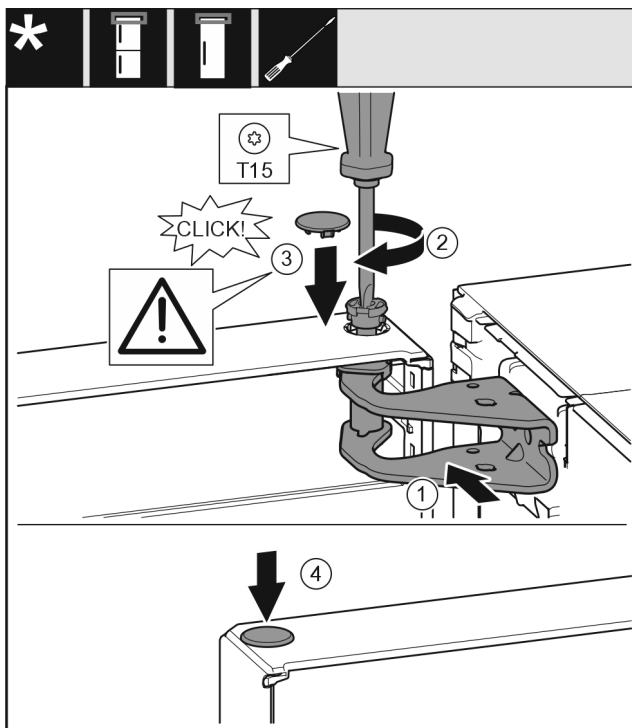

Fig. 19
- ▶ Dvere hore vyrovnajte s otvorom v ložiskovej konzole. Fig. 19 (1)
- ▶ Vložte čap a pevne ho priskrutkujte skrutkovačom T15. Fig. 19 (2)
- ▶ Namontujte poistný kryt pre poistku dverí: nasadíte poistný kryt a skontrolujte, či prilieha ku dverám. Inak čap vložte úplne. Fig. 19 (3)
- ▶ Nasadíte zátku. Fig. 19 (4)